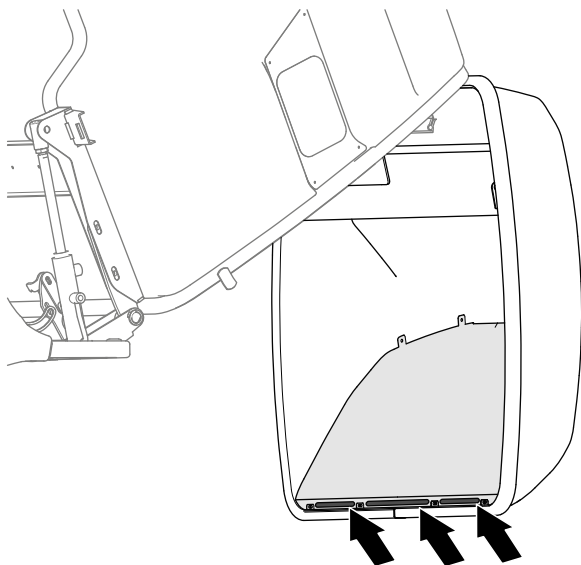

Рисунок 141
6. С помощью сжатого воздуха удалите траву и мусор из пазов в нижней части внутренней металлической пластины в дверце бункера (Рисунок 141).